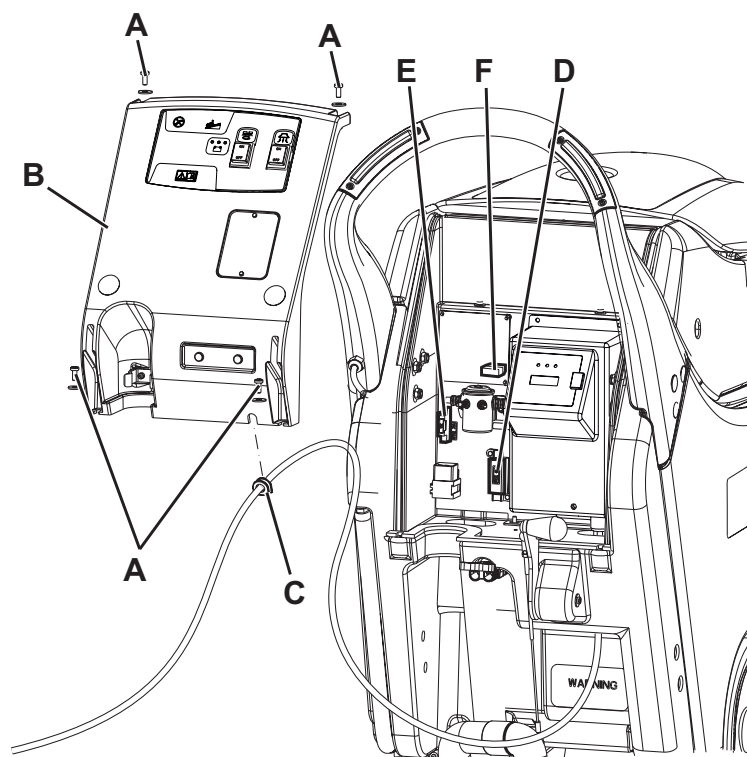

Figure 10
1. Débrancher le connecteur (8) des batteries.
2. Déplacer le tuyau de vidange de l'eau de récupération (11).
3. Si équipé, déposer le câble du chargeur de batterie du logement (5).
4. Déposer les vis (A, Fig. 10) et déplacer le tableau (B) avec soin en dégageant la bague en caoutchouc (C) de son logement dans le tableau (B).
- (D) Fusible F1 (40 A), tête brosse
- (E) Fusible F2 (30 A), système d'aspiration
- (F) Fusible F3 (5 A), carte électronique